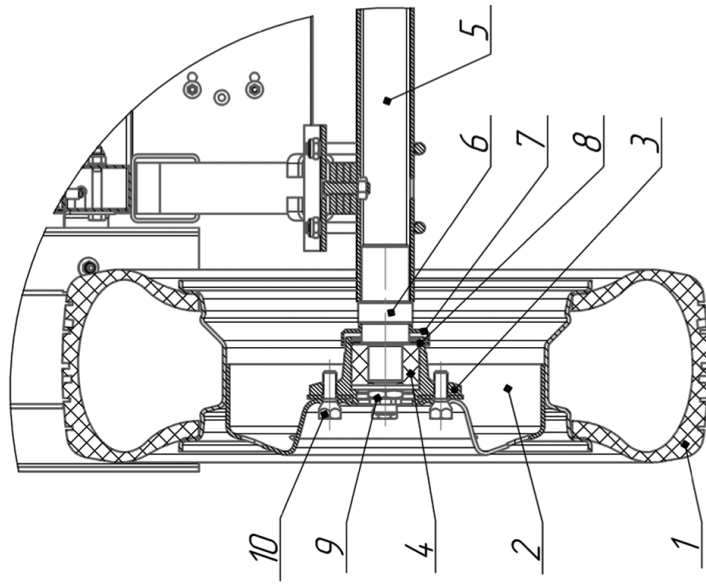

Рис. 4. Ось с колесами
4.8. Ходовая часть прицепа (ось с колесами) (рис.4) состоит из трубчатой оси с приваренными цапфами, на которых крепятся ступицы в сборе.